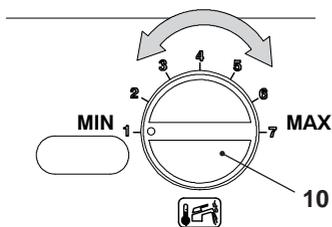

Fig. 9.13
- Ruotare la manopola regolazione temperatura sanitari 10 in Fig. 9.13 al minimo, sul display LCD compare la seguente visualizzazione (la sequenza **P09** si alterna a **01**).